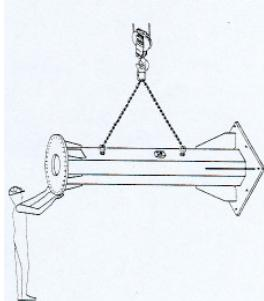

fig.6
- Le parti di carpenteria della gru a bandiera (colonna e braccio) sono, generalmente, fornite senza imballo; sulle colonne e sui bracci sono presenti i punti di aggancio per facilitarne la movimentazione durante le operazioni di trasporto e installazione (fig.6).